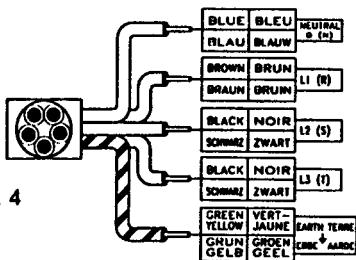

Fig. 4
3. Les autres fils (brun et noir) doivent être branchés sur les bornes portant les symboles L1, L2 et L3 ou les lettres "R, S et T". (Voir figure 4).